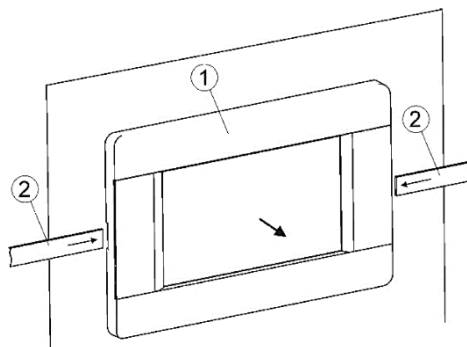

Figura 10. Smontaggio del pannello di controllo
Per sostituire il pannello di controllo (1), è necessario rimuoverlo dall'alloggiamento presente sullo sportello della caldaia. Inserire oggetti piatti idonei (2) nelle fessure indicate in figura 10. Questo farà scattare i fermi del pannello, consentendone l'estrazione.